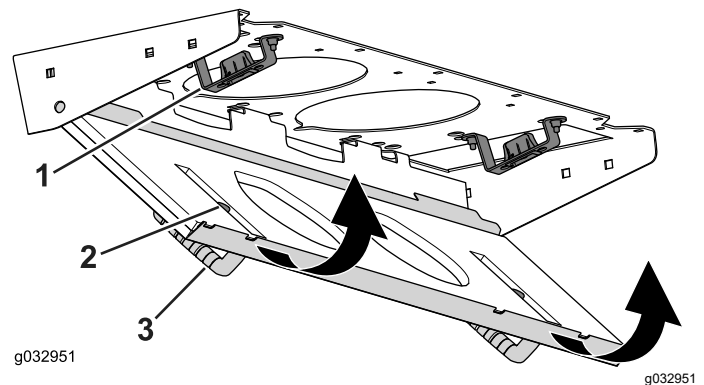

Figura 116
4. Gire la rejilla del filtro sobre las pestañas hasta que el resbalón se bloquee en el cerradero (Figura 116).